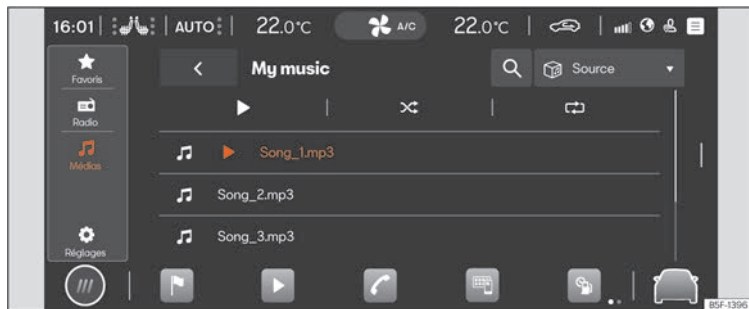

Fig. 157 Représentation schématique : Vue Multi-média
- Appuyez sur ► > 🎵 ►►► **fig. 157**.